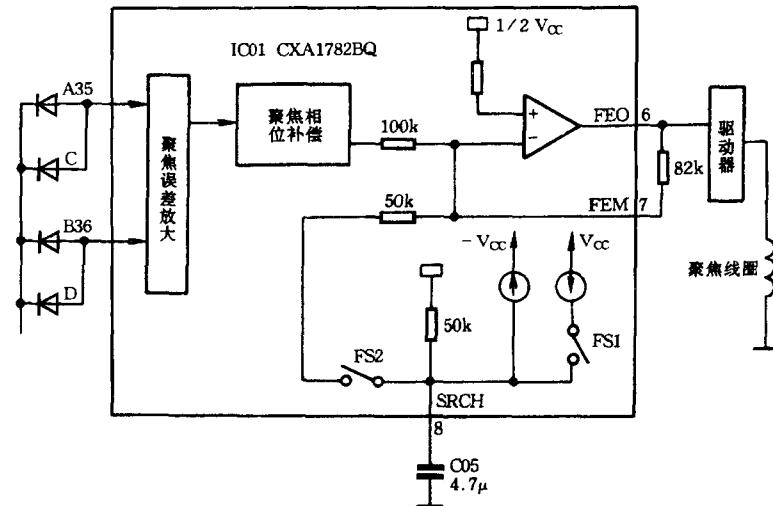

图 5 聚焦伺服方框图
故障原因分析与排除方法 从故障现象来看,估计故障部位是在聚焦伺服电路中。图 5 表示 CXA1782BQ 的聚焦伺服方框图,内含聚焦伺服电路和聚焦搜索电路。机子正常工作时,通过聚焦伺服电路,调整激光头物镜的位置,使碟片信号面处于激光束的焦点位置。光电管检测从碟片信号反射回来的激光,然后转换成电信号,经放大、补偿,最后经聚焦误差放大器及驱动电路送入聚焦调节电磁线圈,驱动物镜作上下运动。第一次读取碟片信号时,激光头物镜大都不处于聚焦误差 S 形曲线的跟踪范围,这时,控制器使 FS2 开关闭合,聚焦搜索电路开始工作。通过 FS1 开关的导通和断开形成的聚焦搜索信号经 FS2 开关、50kΩ 电阻后进入聚焦误差信号放大器,再进入驱动器电路后,使激光头物镜作较大幅度的升降,然后进入 S 形聚焦曲线的负反馈区域时,控制器输出一个聚焦 OK 信号(FOK),使 FS2 开关断开,这样就断开聚焦搜索信号,同时系统进入聚焦伺服状态。用来作为聚焦搜索波形的时间常数的电解电容 C05(外接于集成电路 CXA1782BQ 的⑧脚)反接时,第一次开机,由于电容 C05 上无电荷,所以能产生一个较大幅度的聚焦搜索波形,使激光头物镜进入 S 形聚焦曲线的负反馈区域内,从而形成聚焦 OK 信号,所以读碟正常。但当第二次读碟时,电容上充满了电荷,不能进行正常充放电,只能产生一个幅度较小的聚焦搜索波形,物镜无法进入负反馈区域,不能形成聚焦 OK 信号,面板显示屏只好显示“NO DISC”。